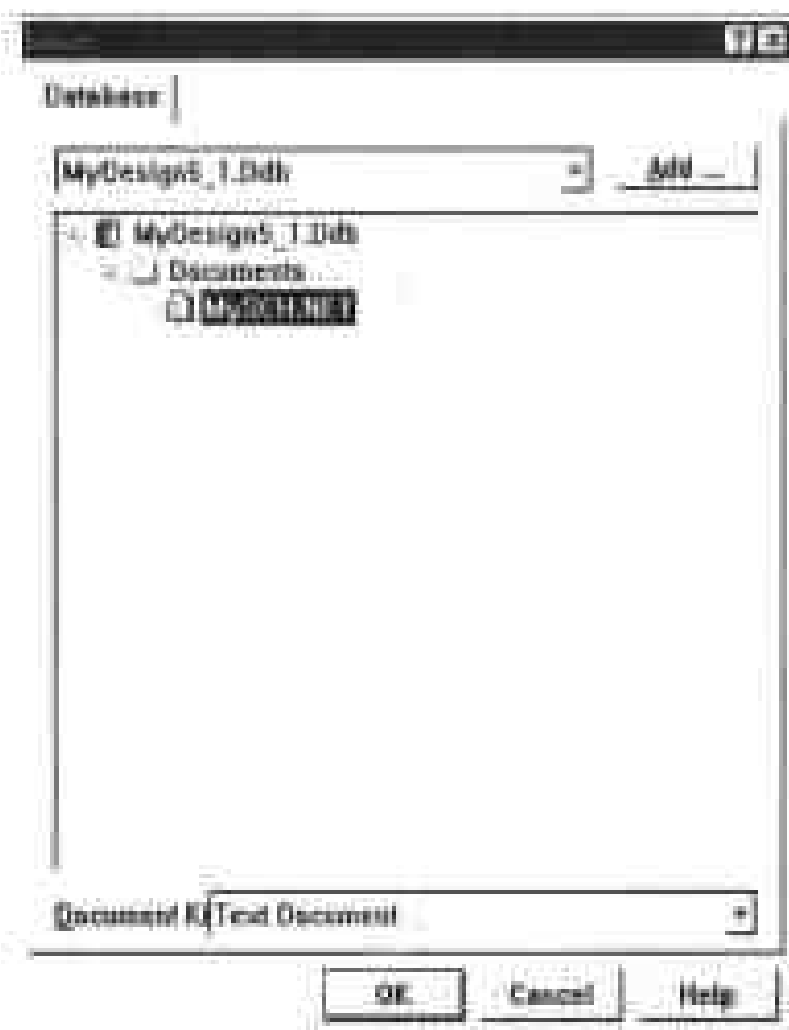

图 5-154 网络表文件选择对话框
(2) 单击 Netlist File 右侧的 **Browse...** 按钮, 系统将弹出网络表文件选择对话框, 如图 5-154 所示。